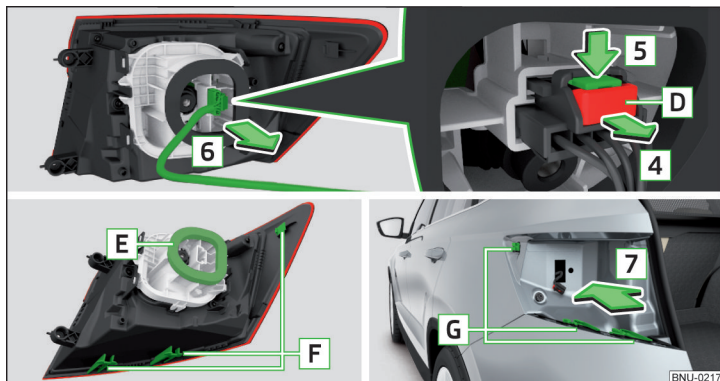

Abb. 344 Stecker abziehen / Leuchte einbauen
- › Die Verriegelung **D** am Stecker in Pfeilrichtung **4** ziehen » Abb. 344.
- › Den Stecker entgegen der Pfeilrichtung **6** » Abb. 344 in die Leuchte einschieben.
- Darauf achten, dass bei erneutem Einbau der Leuchte der Leitungsstrang zwischen der Karosserie und der Leuchte nicht eingeklemmt und die Dichtung **E** » Abb. 344 richtig eingesetzt wird - anderenfalls besteht die Gefahr von Wassereintritt und von Beschädigung der Elektroinstallation.